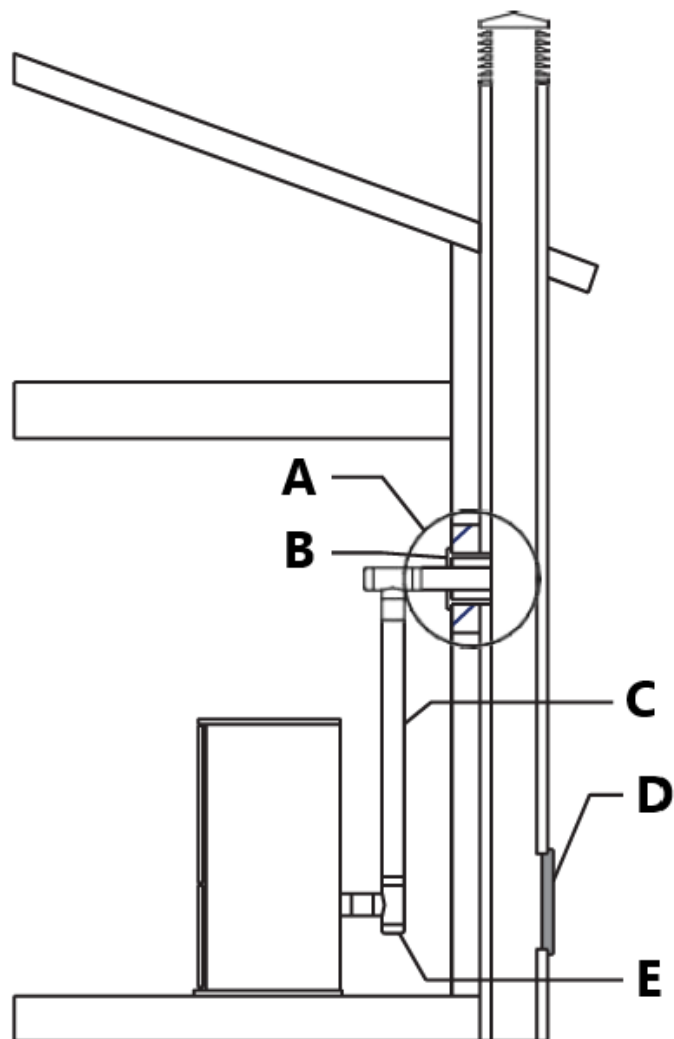

fig. 12
- Si vous souhaitez utiliser une cheminée existante, il est fortement recommandé de la faire vérifier par un ramoneur professionnel afin de vous assurer qu'elle est parfaitement étanche (Fig. 12). La raison en est que les fumées, du fait qu'elles sont légèrement sous pression, peuvent s'infiltrer dans les éventuelles fissures du conduit de fumée et s'échapper dans les pièces à vivre. Si, après inspection, vous constatez que la cheminée n'est pas complètement saine, un regarnissage de la cheminée avec un évent PL ou un tuyau en acier inoxydable à simple paroi peut être nécessaire pour rendre la cheminée conforme. Si la cheminée existante est suffisamment large, nous recommandons un tuyau d'un diamètre maximum de 6" (15 cm).